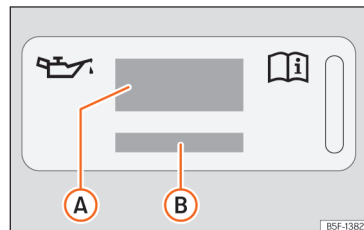

Fig. 231 No compartimento do motor: etiqueta de óleo do motor
Legenda da >>> **Fig. 231:**
Se tiver de adicionar óleo do motor, utilize um dos óleos indicados na etiqueta >>> **Fig. 231**. A etiqueta com a norma prescrita encontra-se na parte da frente do compartimento do motor
- Se faltar a etiqueta com a especificação do óleo do motor >>> Fig. 231, contacte uma oficina especializada.